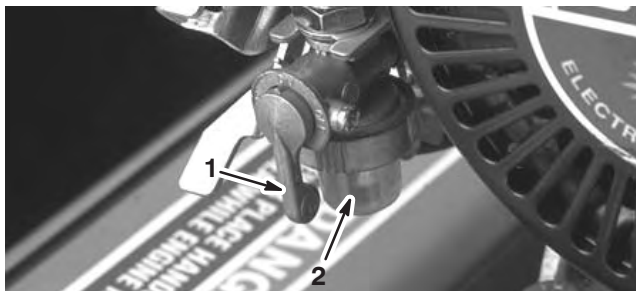

Figure 33
1. Fermez le robinet d'arrivée de carburant et dévissez la cuve du corps du filtre (Fig. 33).